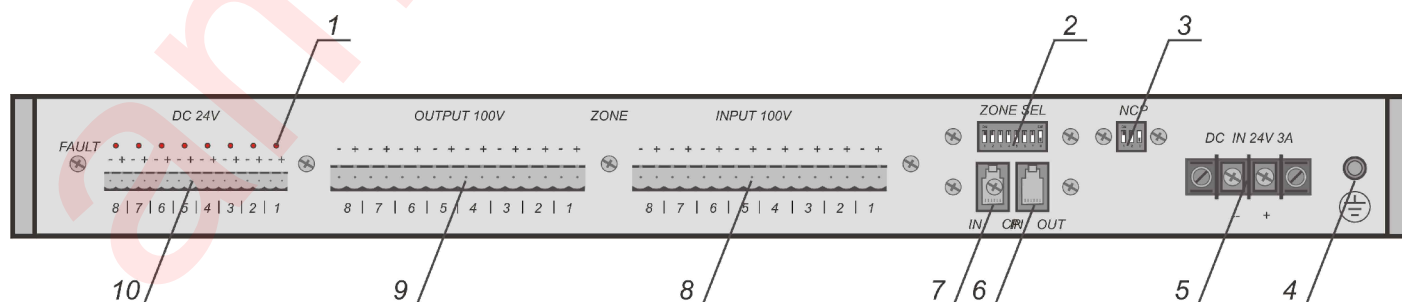

Рисунок 16
9.6 Размещение клемм и гнезд на задней панели блока коммутации и контроля и их назначение приведено на рис. 16.